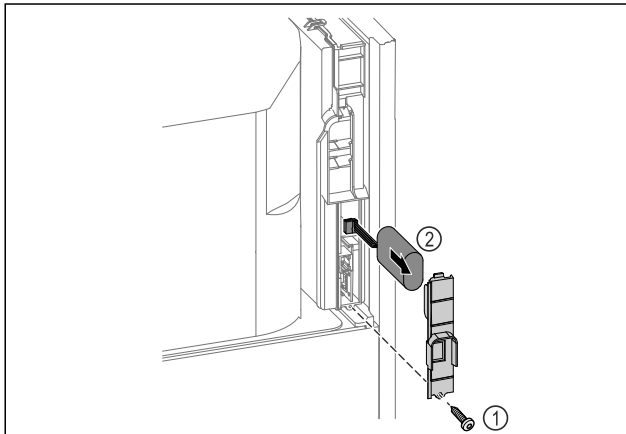

Fig. 259
- Izskrūvējiet skrūvi un noņemiet pārsegu ierīces aizmugurē Fig. 259 (1).
- Atvienojiet un izņemiet bateriju Fig. 259 (2).